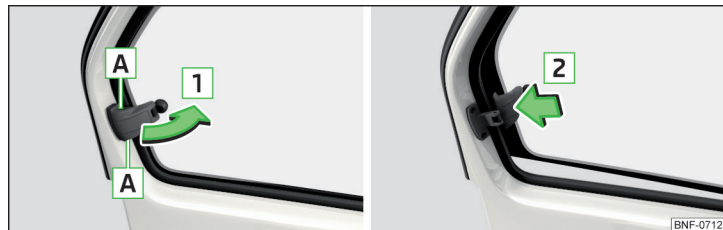

Fig. 37 Ruder bagi: Åbning / Lukning
- Tag fat i låseanordningen i udskæringen **A** for at **åbne** » Fig. 37.